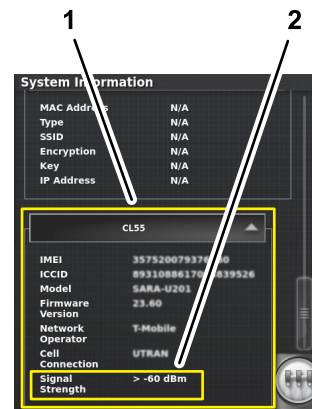

Figura 122
2. En la pantalla de información del sistema, utilice la barra de desplazamiento para navegar al icono CL55 (Figura 122).
3. Pulse el icono CL55 para mostrar información sobre la intensidad de la señal (Figura 122), y compruebe que la intensidad de la señal del módem es de entre -60 dBm y -99 dBm.